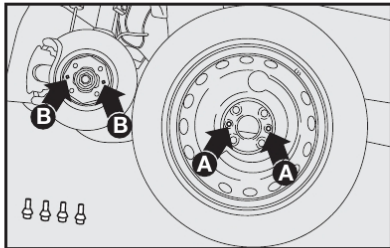

fig. 12
- Montar a roda sobressalente, encaixando os furos **A-fig. 12** com os respectivos pinos **B-fig. 12**.